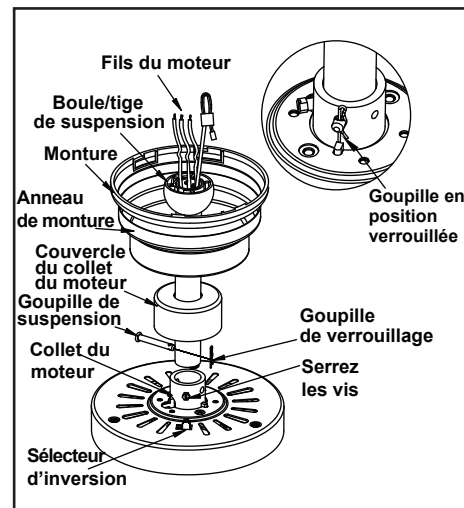

Figure 7
4. Faites passer les fils sortant du dessus du moteur du ventilateur par le couvercle décoratif du collet du moteur puis par l'anneau de montage. Assurez-vous que les ouvertures en fente sont orientées vers le haut. Faites passer les fils à travers la monture et ensuite à travers l'ensemble boule/tige de suspension. (Figure 7)
6. Alignez les trous au bas de la tige de suspension avec les trous du collet sur le dessus du boîtier du moteur. (Figure 7)
Insérez avec précaution la goupille de suspension dans les trous du collet et de la tige de suspension. Faites attention à ne pas coincer les fils à l'intérieur de la tige de suspension avec la goupille de suspension. Insérez la goupille de verrouillage dans le trou près de l'extrémité du boulon jusqu'à ce qu'elle se bloque en place, tel qu'indiqué dans le médaillon circulaire de la Figure 7.
Le ventilateur est expédié avec le commutateur d'inversion réglé pour faire circuler l'air vers le bas. Pour inverser la direction du débit d'air, il suffit d'éteindre le ventilateur, d'attendre que les pales s'immobilisent complètement, puis de glisser le commutateur d'inversion (situé en haut du boîtier du moteur, voir la Figure 7 à la page 4) en position inverse et de remettre le ventilateur en marche. Les pales du ventilateur tourneront dans la direction inverse et le débit d'air sera dirigé vers le haut.